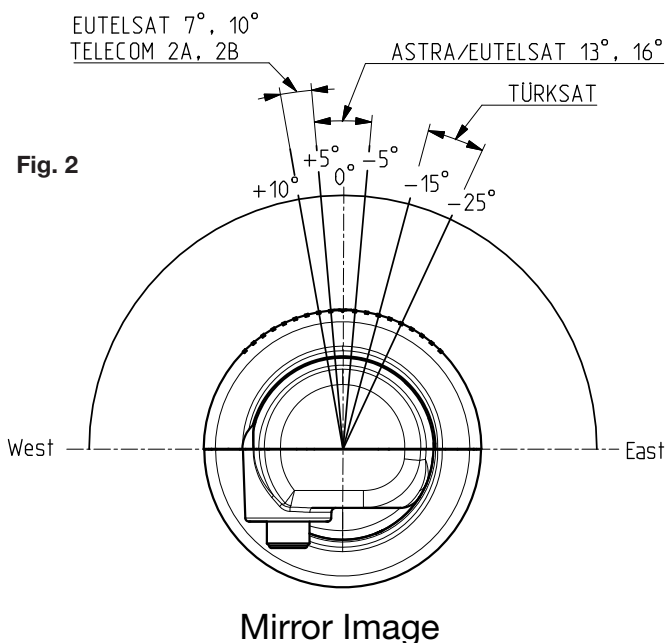

Fig. 2
2. Gradwert für die Polarisierungseinstellung aus Abb. 2 entnehmen.
2. See Fig. 2 for the polarisation setting angle.